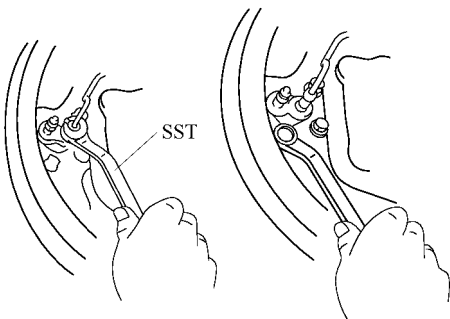

图 15-57 用专用扳手脱开制动器管
1) 使用制动器管接头螺母 $10 \times 12\text{mm}$ 扳手脱开制动器管，如图 15-57 所示。然后拆下车轮制动分泵。